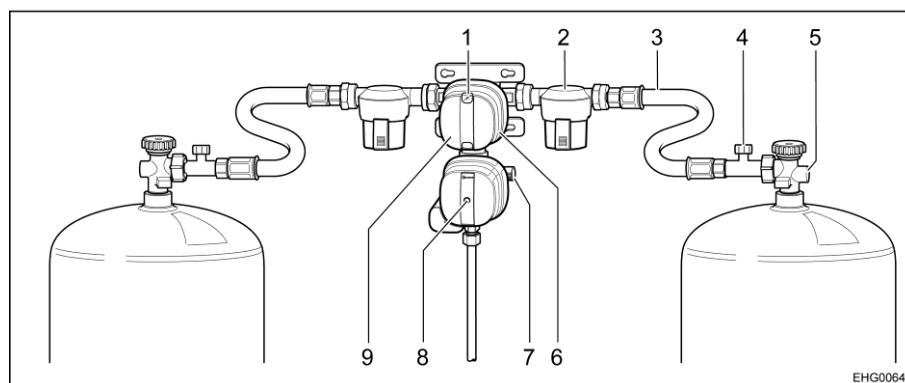

Fig. 36 Impianto di regolazione pressione gas DuoControl CS
L'impianto di regolazione DuoControl consiste in una valvola di commutazione con sensore crash (Fig. 36,9). L'impianto di regolazione DuoControl è montato tra i tubi flessibili per alta pressione (Fig. 36,3) con dispositivo antirottura del tubo flessibile (Fig. 36,4). Con la manopola (Fig. 36,6) sulla valvola di commutazione è possibile stabilire quale delle bombole del gas viene utilizzata come bombola in uso e quale come bombola di riserva.
Sull'indicatore di stato (Fig. 36,1) viene visualizzato lo stato del rifornimento di gas:
Il funzionamento con una sola bombola del gas è consentito, ma in questi casi il collegamento aperto deve essere assolutamente chiuso con un coperchio a vite (Fig. 36,7).
Sensore crash Il sensore crash blocca l'alimentazione del gas in caso di forti vibrazioni (es. incidente). Il sensore crash viene azionato mediante la pressione del pulsante di reset giallo (Fig. 36,8).
Dispositivo antirottura del tubo flessibile Il dispositivo antirottura del tubo flessibile (Fig. 36,4) blocca il flusso di gas quando il tubo flessibile collegato si rompe.
Centralina di controllo Tramite la centralina di controllo (Fig. 37) è possibile attivare e disattivare l'alimentazione del gas tramite l'impianto di regolazione DuoControl. Le valvole principali di arresto (Fig. 36,5) delle bombole del gas e i rubinetti di arresto del gas degli apparecchi devono essere aperti manualmente.
- la manopola (Fig. 36,6) sulla valvola di commutazione selezionare la bombola del gas, da cui proviene la principale alimentazione del gas (bombola in uso). Girare la manopola fino all'arresto.
- Aprire le valvole principali di arresto (Fig. 36,5) delle bombole del gas.
- Attivare il dispositivo antirottura del tubo flessibile (Fig. 36,4) tenendo premuto il dispositivo per circa 5 secondi. Sull'indicatore di stato (Fig. 36,1) viene visualizzata la tacca verde.
- Chiudere le valvole principali di arresto (Fig. 36,5) delle bombole del gas.
Se la spia di controllo verde (Fig. 37,6) si spegne durante il funzionamento e la spia di controllo rossa (Fig. 37,5) si accende, significa che la bombola in uso è vuota e deve essere sostituita. Sull'indicatore di stato (Fig. 36,1) viene visualizzata la tacca rossa. La bombola di riserva continua ad alimentare le utenze a gas.
- Ruotare di mezzo giro la manopola (Fig. 36,6) in direzione della bombola del gas utilizzata. In questo modo questa bombola del gas ora è la bombola in uso, mentre la bombola del gas vuota diventa la bombola di riserva. La tacca dell'indicatore di stato (Fig. 36,1) passa da rossa a verde.
- Chiudere la valvola principale di arresto (Fig. 36,5) della bombola del gas vuota. Osservare la direzione della freccia.
- Attivare il dispositivo antirottura del tubo flessibile (Fig. 36,4) tenendo premuto il dispositivo per circa 5 secondi.